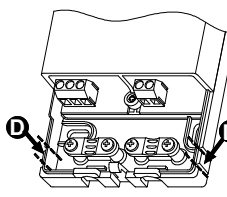

Fig. 4
Ingreso cables lateral: Eliminar con una pinza apta los diétes en plástico, como indican las flechas en de (D) Fig. 4.